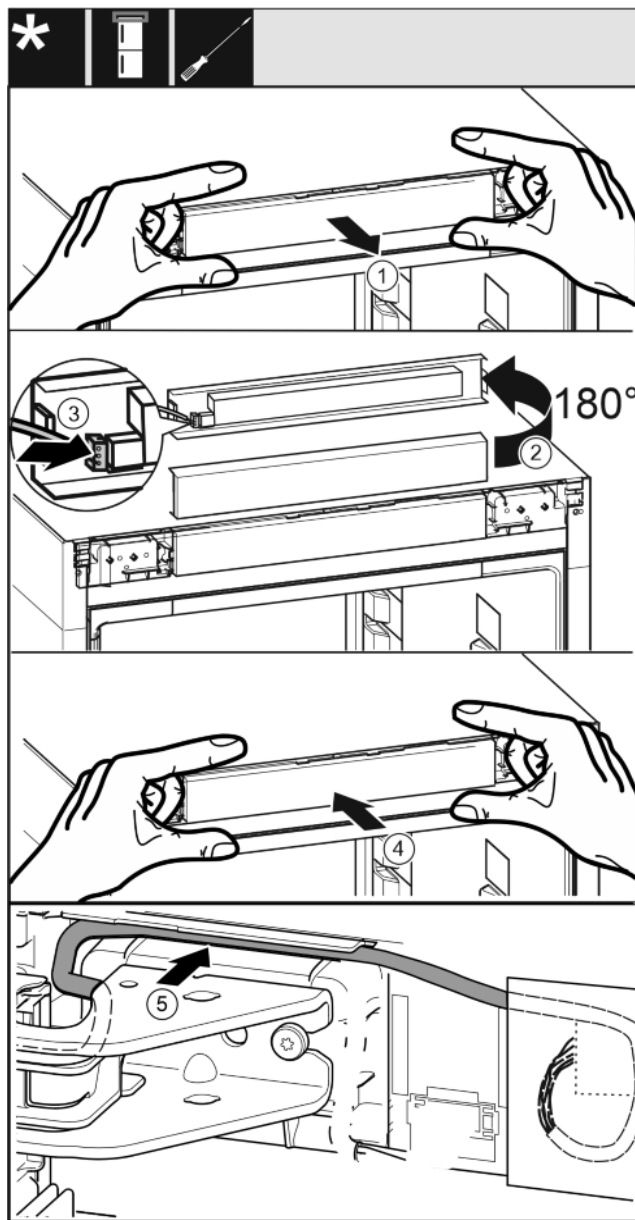

Fig. 34
- Oprezno izvucite masku za rukovanje. Fig. 34 (1)
- Okrenite masku za 180° prema gore. Fig. 34 (2)
- Uglavite utikač na masku s upravljačkim dijelom. Fig. 34 (3)
- Masku za rukovanje ponovo uglavite na uređaju. Fig. 34 (4)
- Oprezno položite sivi kabel u vodilicu iznad gornjeg podloška ležaja. Fig. 34 (5)